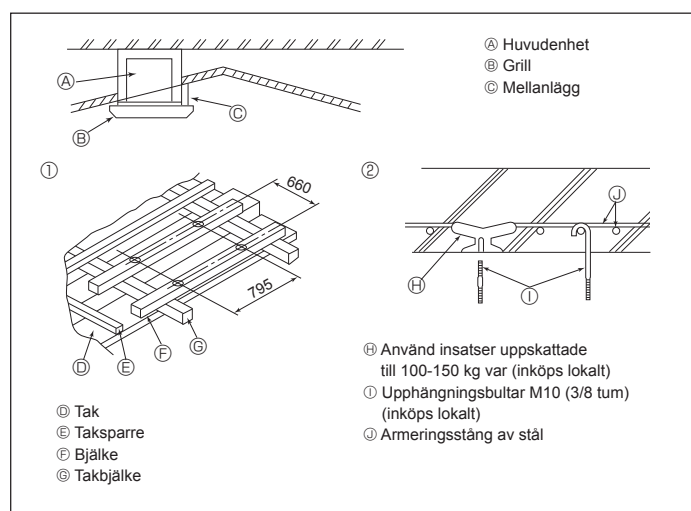

Fig. 3-5
3.5. Struktur för upphängning (förstärkning av upphängningsplatsen) (Fig. 3-5)